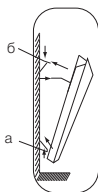

Рис. 6
- закрепить прибор на кронштейне необходимо следующим образом (рис. 6):
- вектора при помощи специальных отверстий, расположенных в нижней части конвектора (рис. 6, а);
- наденьте верхнюю часть конвектора на кронштейн, зафиксировав его при помощи защелок на кронштейне (рис. 6, б);